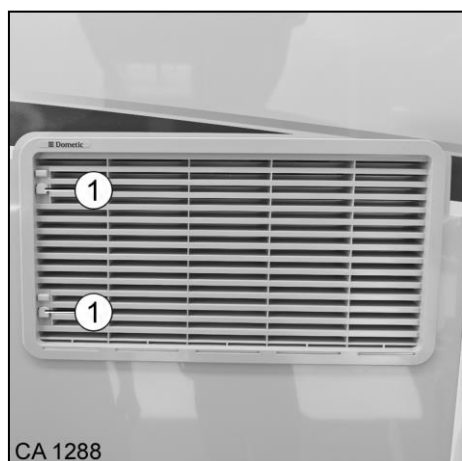

Fig. 143 Grille de ventilation du frigo
2. A l'aide d'un objet plat (clé du véhicule par ex.), glisser les verrous (Fig. 143/1) vers le haut.
2. Rentrer le côté gauche et glisser le verrou (Fig. 143/1) vers le bas.